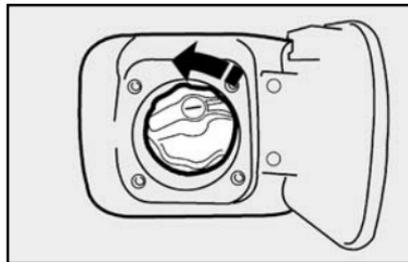

fig. 72
- Gire la llave en sentido antihorario y gire la tapa en el mismo sentido, hasta que esta se libere **fig. 72**.